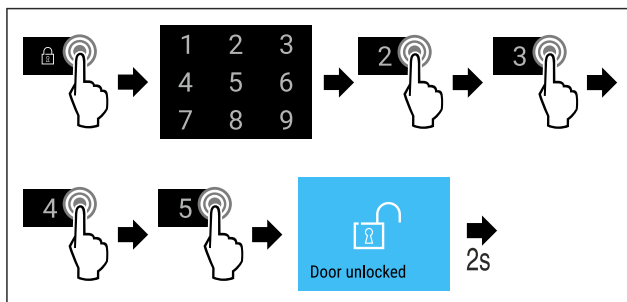

Fig. 78 Bloccare la porta con il codice porta 2 3 4 5.
- ▶ Eseguire i passi (vedere Fig. 78).